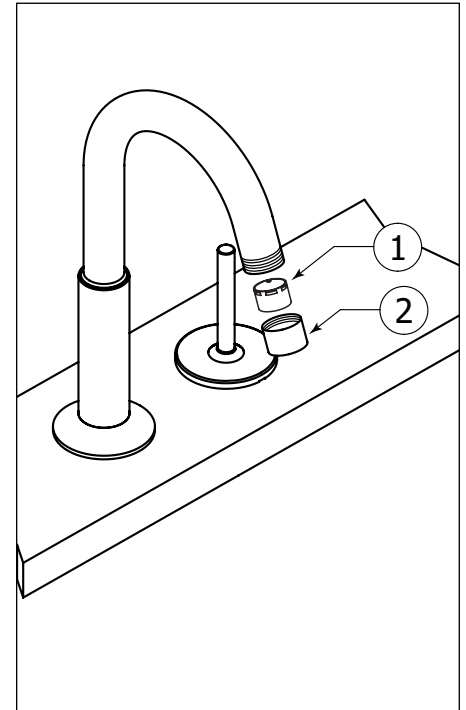

Fig.6
To clean the aerator (1), unscrew the aerator case (2) from the spout. Then, pull out the aerator and soak it in a vinegar and water solution to remove lime build-up. Once parts have been cleaned, reassemble by reversing steps (Fig. 6).
Une fois les pièces nettoyées, inverser les étapes pour réassembler l'aérateur. (Fig. 6).